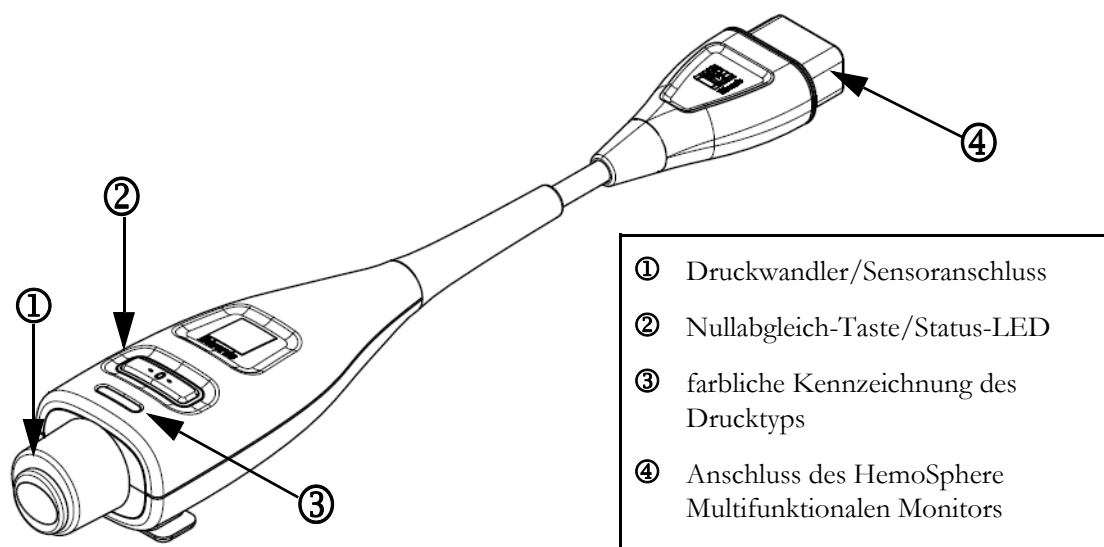

Abbildung 10-1 HemoSphere Druckmesskabel
Das HemoSphere Druckmesskabel erfasst und verarbeitet ein einzelnes Drucksignal eines kompatiblen Einwegdruckwandlers (DPT) von Edwards, wie z. B. TruWave DPT, oder eines FloTrac-Sensors. Ein FloTrac- oder Acumen IQ-Sensor wird an einen vorhandenen arteriellen Zugang angeschlossen, um die minimalinvasive Messung der hämodynamischen Parameter zu ermöglichen. Ein TruWave-Druckwandler kann an alle kompatiblen Drucküberwachungsleitung für die positionsbasierte Messung des intravaskulären Drucks angeschlossen werden. Spezifische Anweisungen zur Platzierung und Verwendung des Katheters sowie die entsprechenden Warnungen, Vorsichtshinweise und Hinweise entnehmen Sie bitte der Gebrauchsanweisung des verwendeten Katheters. Das HemoSphere Druckmesskabel kann, je nachdem, ob ein Sensorpaar oder ein Druckwandler genutzt wird, in zwei Überwachungsmodi überwacht werden: Im **FloTrac-** oder **Acumen IQ**-Sensor-Überwachungsmodus oder im **Swan-Ganz**-Katheter-Überwachungsmodus. Der jeweilige Überwachungsmodus wird oben in der Navigationsleiste angezeigt (siehe Abbildung 5-2 auf Seite 84). Aussehen und Anschlusspunkte für das HemoSphere Druckmesskabel sind dargestellt in Abbildung 10-1.
Farbe des Drucktyps. Die passende farbliche Kennzeichnung auf dem Druckmesskabel kann zur Anzeige des überwachten Drucktyps verwendet werden. Siehe ③ in Abbildung 10-1 unten. Die farblichen Kennzeichnungen sind wie folgt:
- Rot für den arteriellen Druck (AP)
- Grün für Herzzeitvolumen (CO)
Halten Sie die Nullabgleich-Taste  direkt am Druckmesskabel für drei Sekunden gedrückt (siehe Abbildung 10-1).